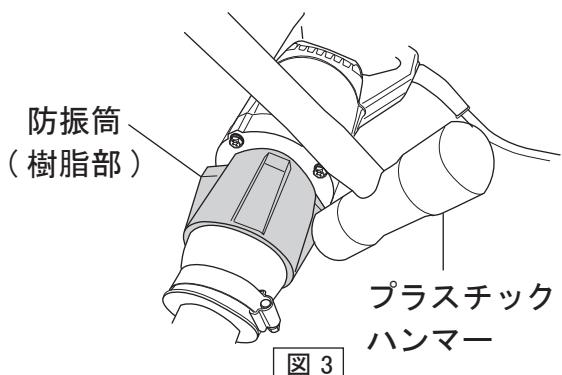

図3
- プラスチックハンマーで防振筒の樹脂部をたたき防振筒および振動筒ケースを外す。(防振筒のネジは左ネジです。)(図3)
- プラスチックハンマーで防振筒の樹脂部をたたき振動筒を固定する。(防振筒のネジは左ネジです。)(図3)